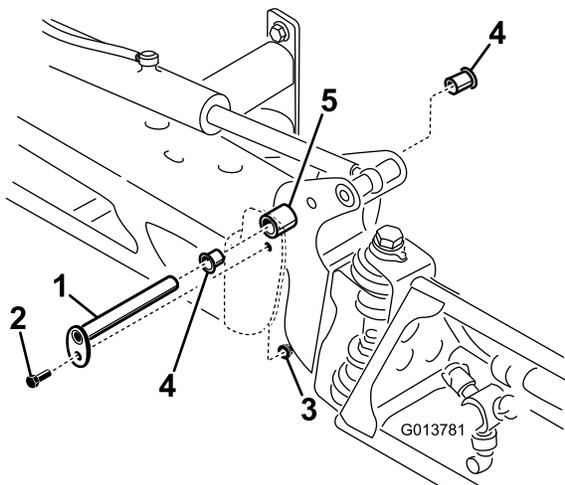

图3
7. 拆下将枢轴销紧固到右翼喷洒臂组件的螺栓和螺母（图3）。
8. 拆下枢轴销（图3）。